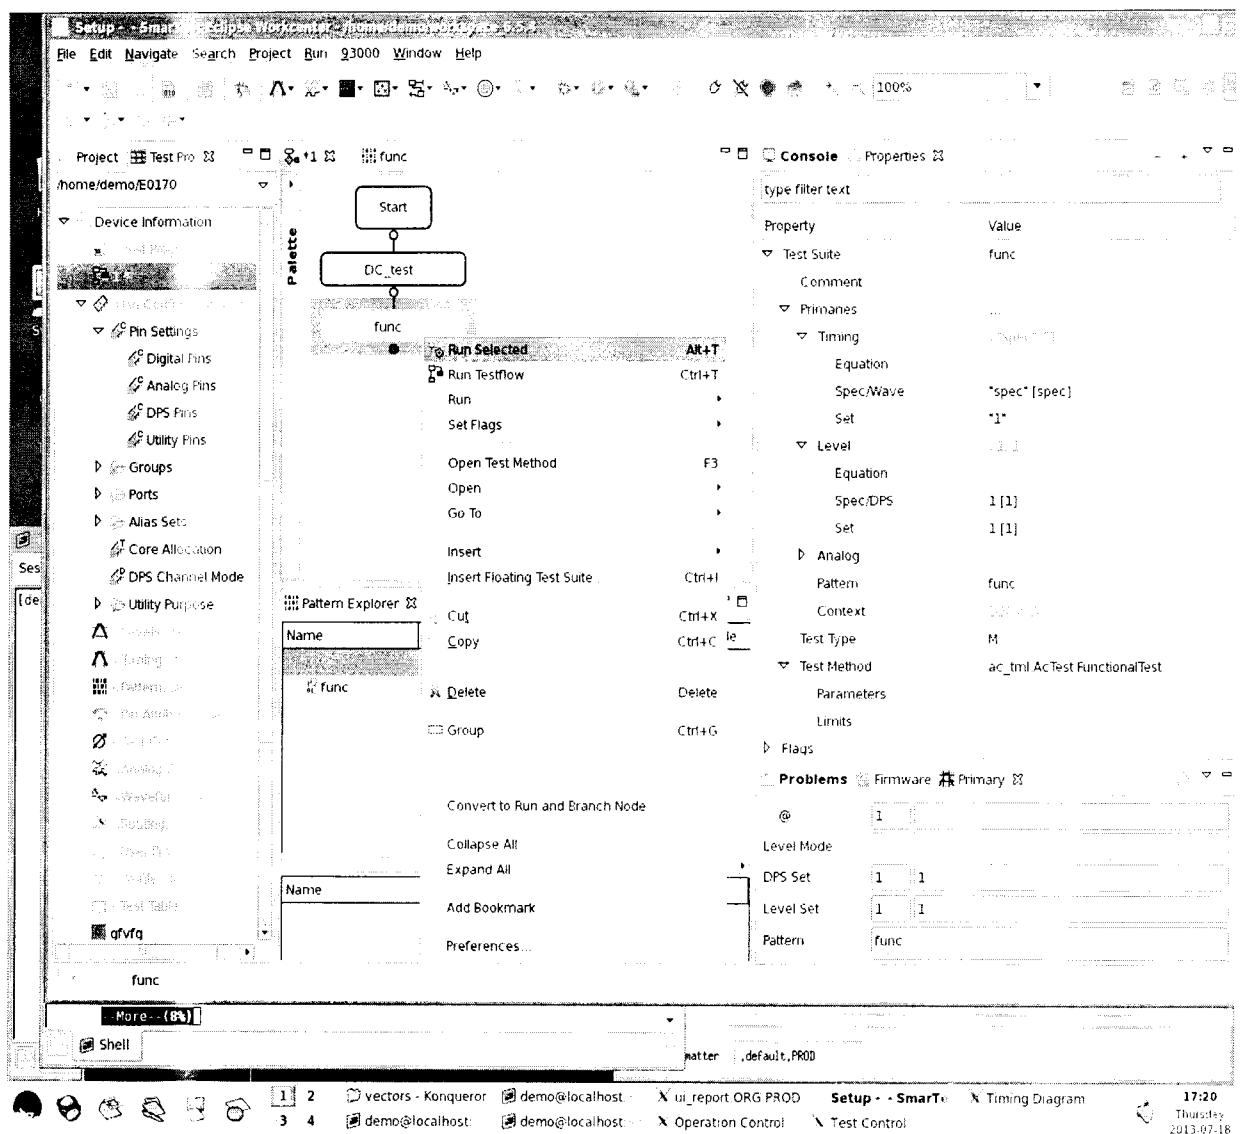

Рис. 5.3.6.18
5.3.6.2 Подключить осциллограф к выводу 10101 и нажать на нем кнопку «auto-scale». Измерить с помощью осциллографа частоты для значений: 1, 10, 25, 50, 100 МГц, неравномерность вершины импульса, выбросы па вершине и в паузе, скорость нарастания для частот: 1, 10, 25, 100 МГц. Частоты изменять в окне «SpecTool» (рис. 5.3.6.6), затем загружать в аппаратуру тестера выбрав в меню «File» строку «Download» (рис. 5.3.6.7).